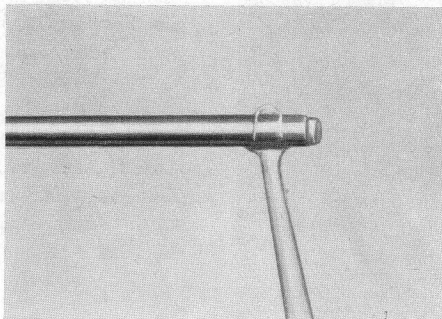

Bild 7
Unmittelbar nach dem Aufsetzen trägt man auf den unteren Rand des Membranhütchens und auf die Anode (14) mehrmals ringsherum ein wenig beigegebene Klebelösung auf (Bild 7) und läßt zwischendurch leicht eintrocknen. Nach zweimaliger Wiederholung dieses Vorganges wird die Hülse (12) übergeschoben, durch Anziehen der Klemmutter (3) befestigt und damit die Membran festgeklemmt.